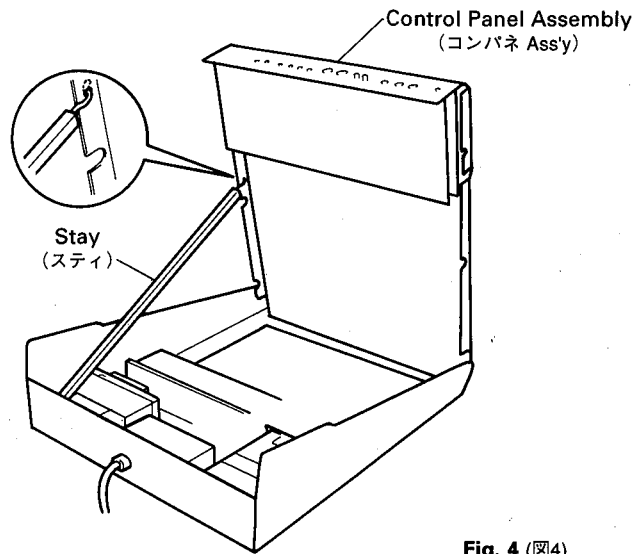

Fig. 4 (図4)
- 1-4 When removing the connector assemblies support the control panel firmly by using a stay. (Fig. 4)
- 1-4 コネクタを外すときは、図4の様にステイでコントロールパネルを支えて行います。